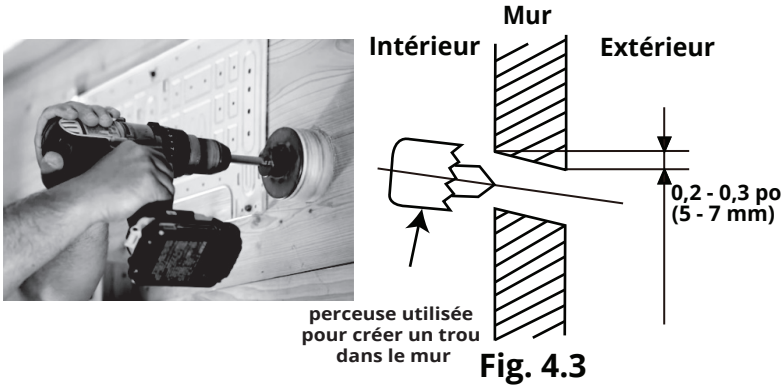

Fig. 4.3
2. À l'aide d'une carotteuse d'un diamètre de 90 mm, percez un trou dans le mur avec un léger angle vers le bas, de sorte que l'extrémité intérieure du trou soit plus haute que l'extrémité extérieure du trou, d'environ 5 à 7 mm. Cela permettra d'assurer un bon drainage de l'eau de l'unité intérieure (**voir la figure 4.3**).